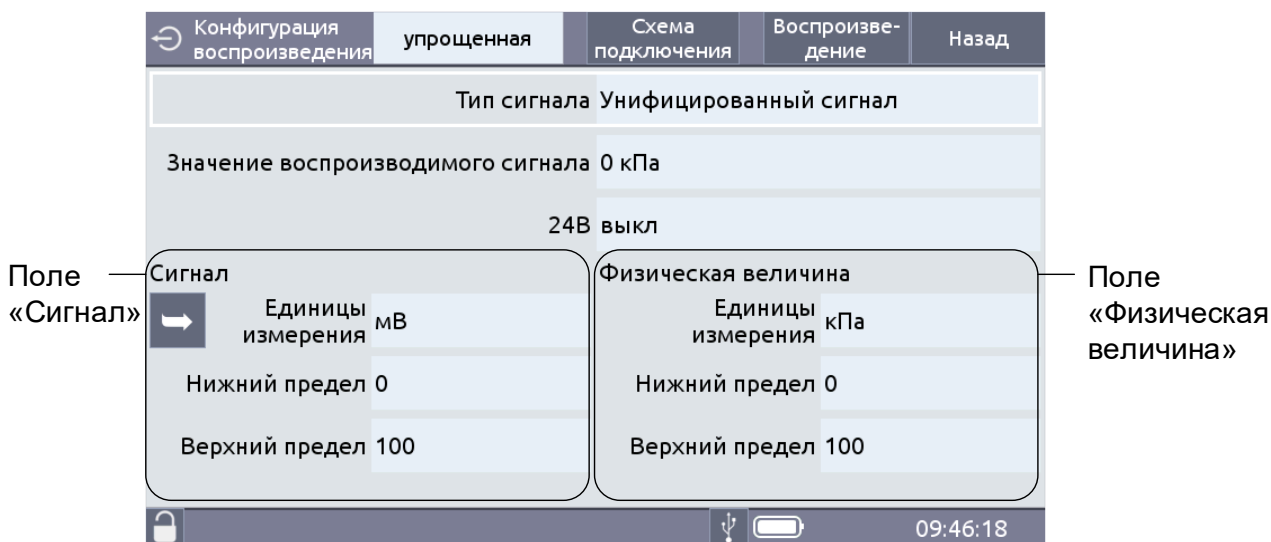

Рисунок 2.14
2.7.1.4 При выборе первичного преобразователя «Унифицированный сигнал» приводит к появлению полей «Сигнал» и «Физическая величина» (рисунок 2.14).